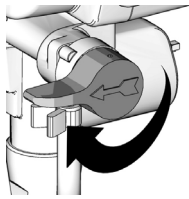

Afb. 8
6. Het ontluichtingsventiel langzaam op PRIME draaien (afb. 8).